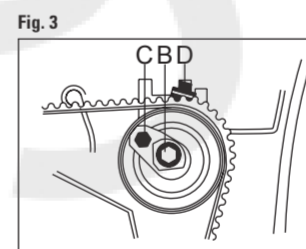

Fig. 3
- FIGURE 3 Desserrez le boulon de blocage B et tournez le tendeur de courroie dans le sens des aiguilles de la montre sur l'excentrique de réglage C, aligner l'indicateur D dans la zone de contrôle, serrer ensuite le boulon de blocage B. Tension à la température de 20° C.